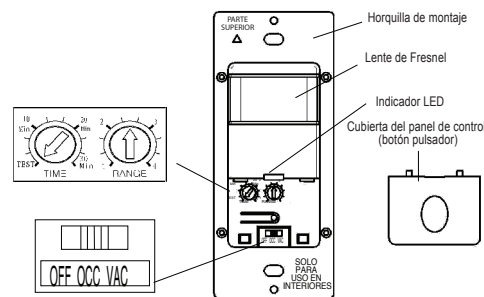

Figura 4
8. Ubique las perillas de ajuste en el panel de control para realizar pruebas y ajustes. (Ilustrada en la Figura 4).
**Selector de luz ambiente:** La configuración de luz ambiente se ajusta con el selector de Luz Ambiente (consulte la Figura 4). Girando el Selector de Luz completamente en sentido antihorario (CW), las luces siempre se ENCIENDEN cuando se detecta movimiento. Todas las demás configuraciones harán que las luces se ENCIENDAN solo cuando el nivel de luz sea inferior al configurado.